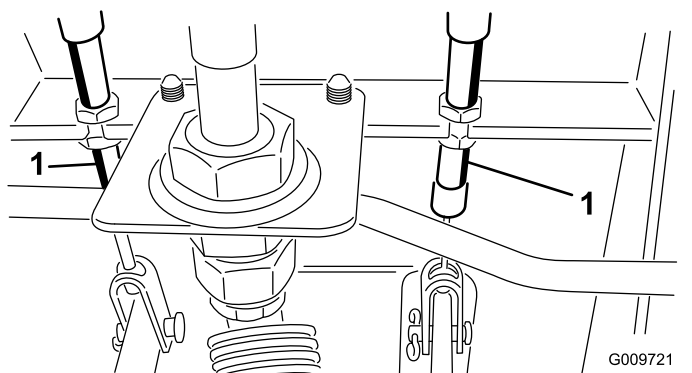

Figure 114
- A. Desserrez l'écrou avant sur l'extrémité filetée du câble de frein (Figure 114).